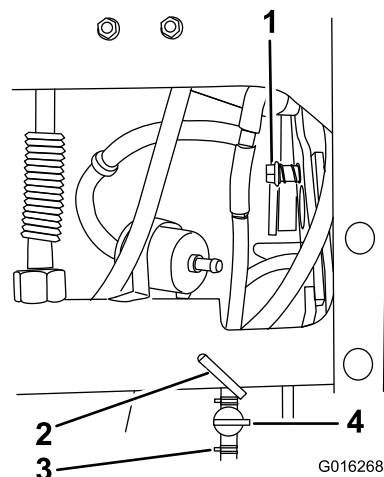

図 3
4. エンジン側にあるシャットオフバルブからホースとクランプを外し、ケーブルタイを切断する (図 3)。
7. デッキの昇降ハンドル部についている圧縮スプリングとショルダボルトを外す (図 3)。